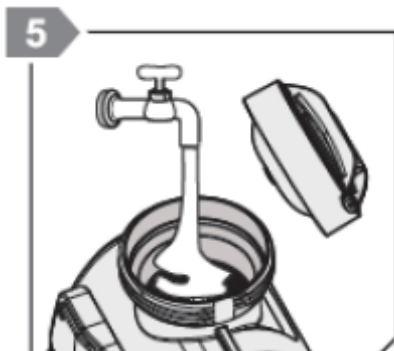

Abb. 20: Funktionstest mit Wasser
Schritt 6: Testen Sie das Akku-Drucksprühgerät mit Wasser, bevor Sie Chemikalien hinzufügen (Abb.20).